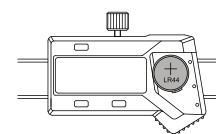

Fig.2
- Carregue uma bateria SR44 ou LR44 com o terminal positivo da bateria voltado para fora (Fig.2)